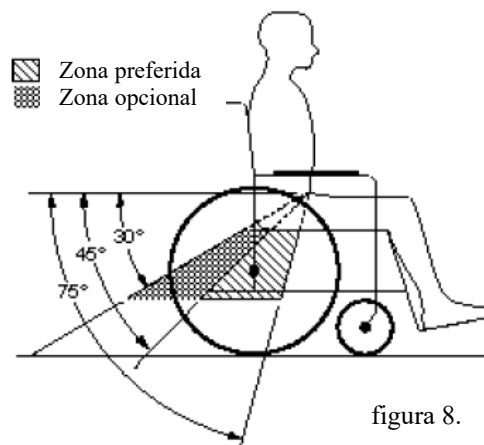

figura 8.
- 3) El cinturón de cadera debe usarse frente a la pelvis, de manera que el ángulo del cinturón de cadera esté dentro de la zona preferida de 45° a 75° con la horizontal, o la zona opcional de 30° a 45° con la horizontal, como se muestra en la figura 8.